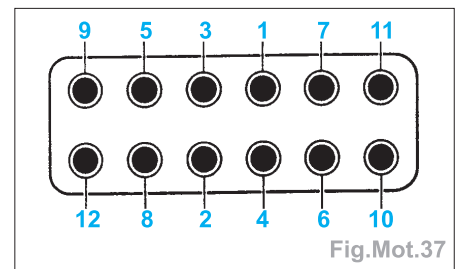

Fig.Mot.37
- Serrer les boulons de culasse dans l'ordre (Fig.Mot.37).